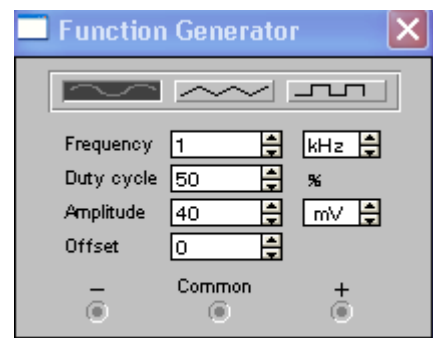

Рис. 3
4.1.4. Розкрийте генератор сигналу встановленням курсору на його позначенні $U_{ВХ}$ і подвійним кліком лівої клавіші миші. Відкриється передня панель генератора сигналу (рис. 3).
Amplitude 40 mV (рис. 3). Результати вимірювань занесіть до табл. 1.